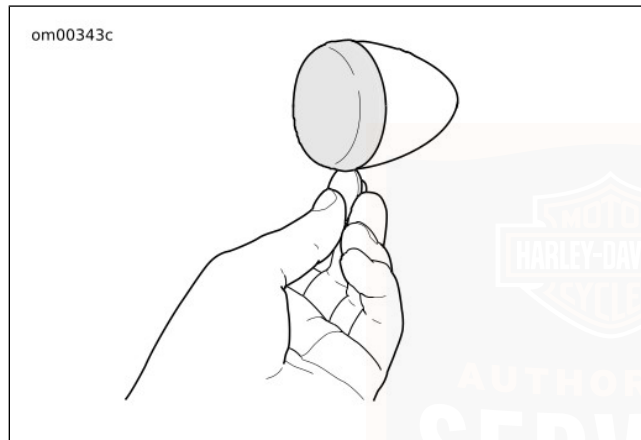

Figura 59. Quite el lente
1. Vea Figura 59. Inserte una moneda en la muesca. Cuidadosamente gire hasta que la tapa del lente salga de la caja de la luz.